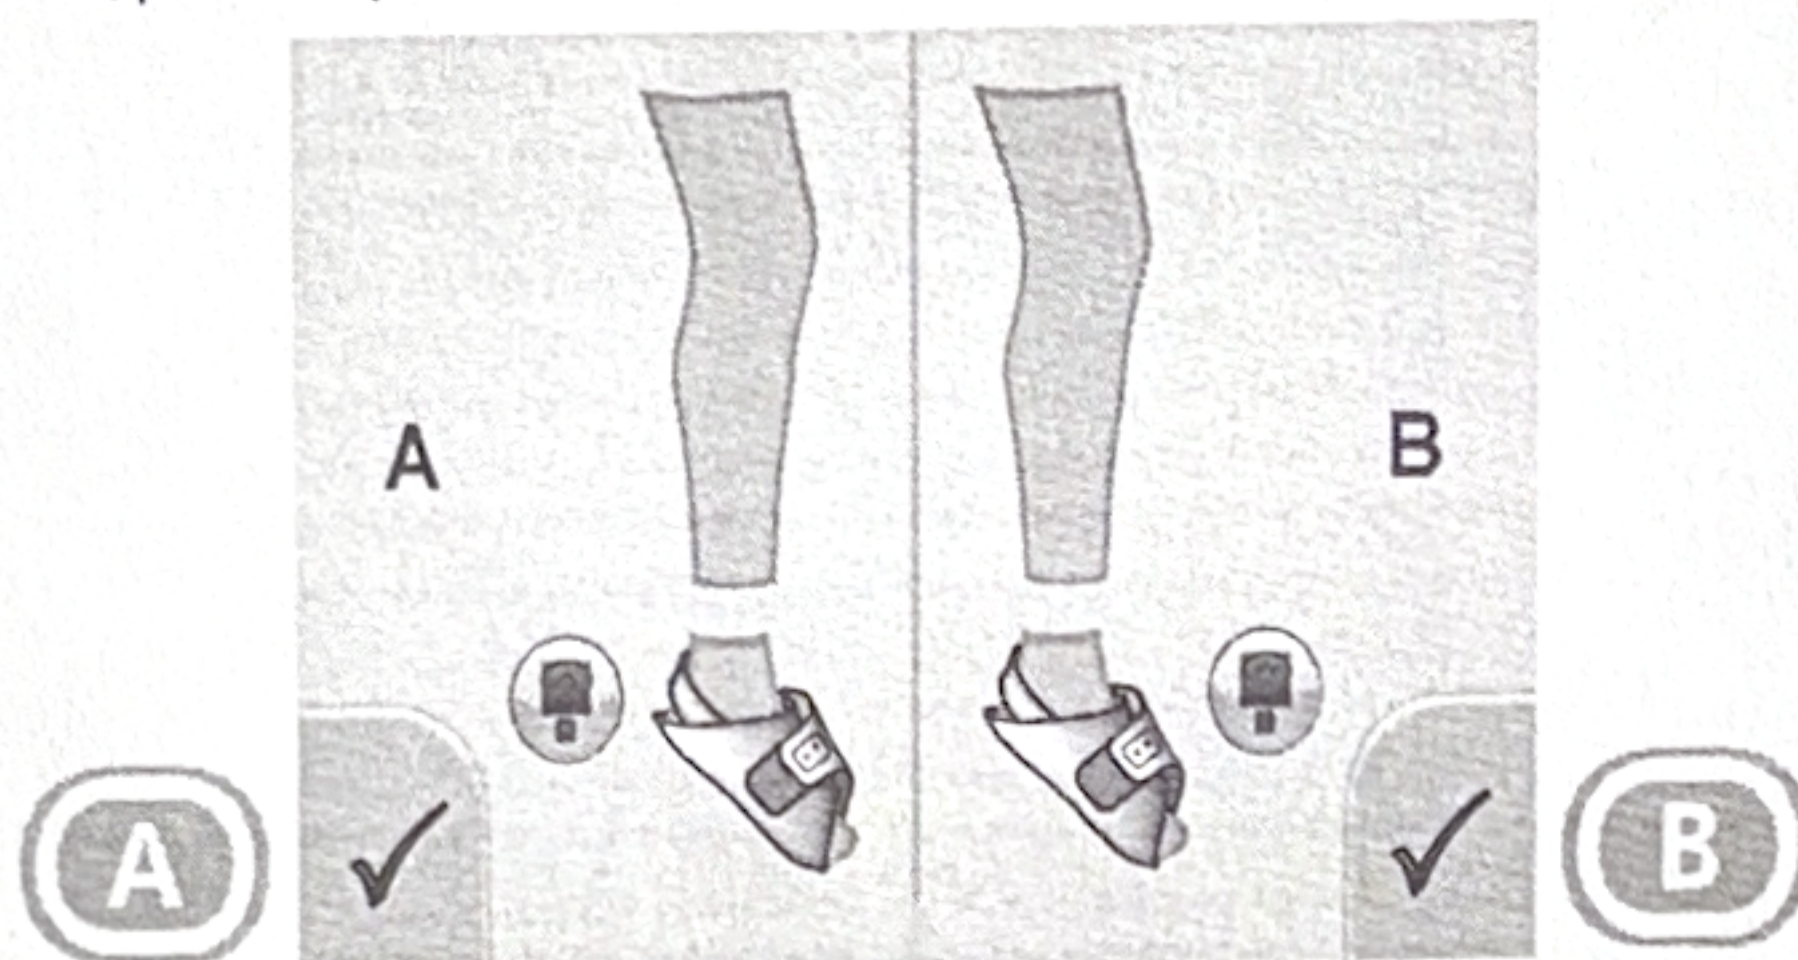

РИСУНОК 1
- Если контроллер обнаруживает правильно подключенную компрессионную шину, но ее тип не соответствует выбранной пользователем (или установленной по умолчанию) конфигурации, то отображается ошибка несоответствия компрессионной шины. Ошибка несоответствия компрессионной шины может быть исправлена путем нажатия на соответствующие кнопки А и В в целях изменения выбранного пользователем типа компрессионной шины (для ноги или стопы). В приведенном ниже примере на экране показаны шины для стопы и обозначения, рекомендуемые пользователю нажать на обе кнопки, А и В (РИСУНОК 1).